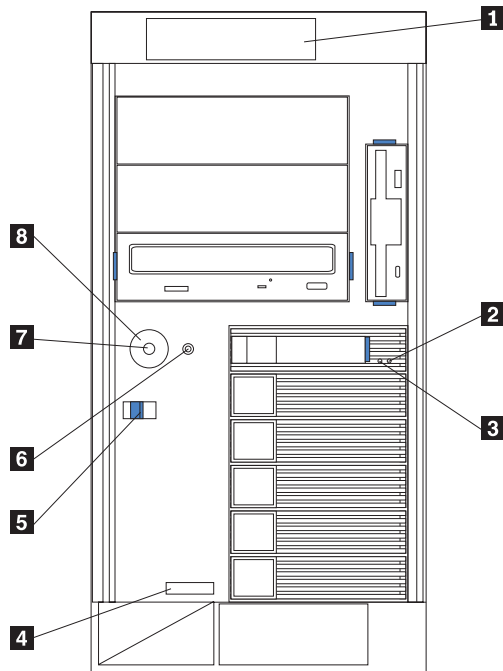
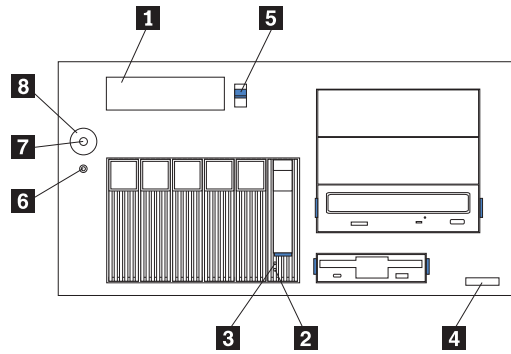
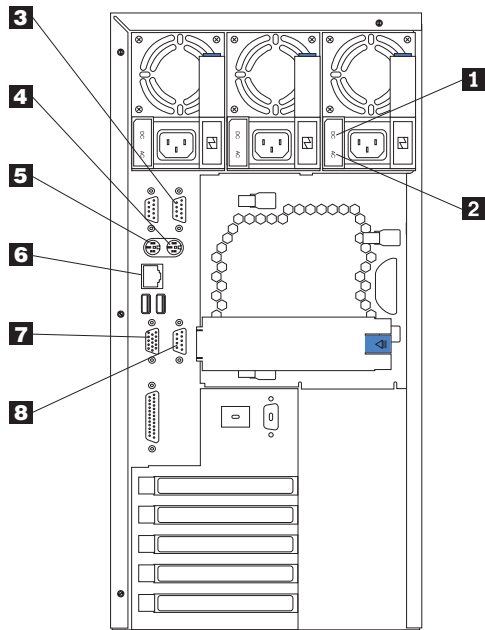
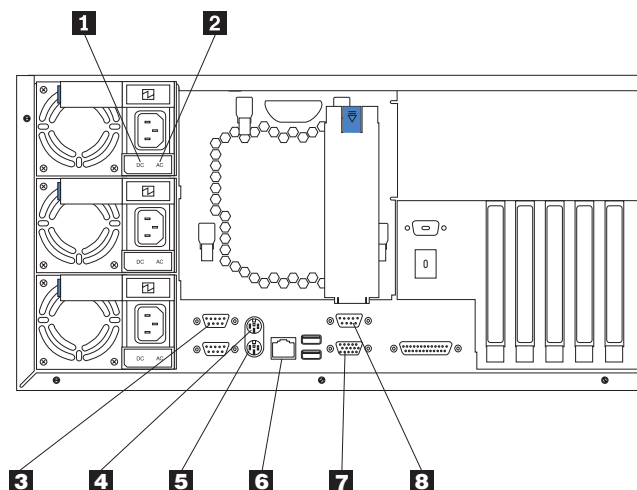

図2. モデル 200 前面図
図3. モデル 225 正面図
図4. モデル 200 背面図
図 5. モデル 225 背面図
**アプライアンスの制御機構とインディケータ:** 図2、9ページの図3、10ページの図4、および11ページの図5は、アプライアンス・モデル上のさまざまな制御機構とインディケータを図示しています。